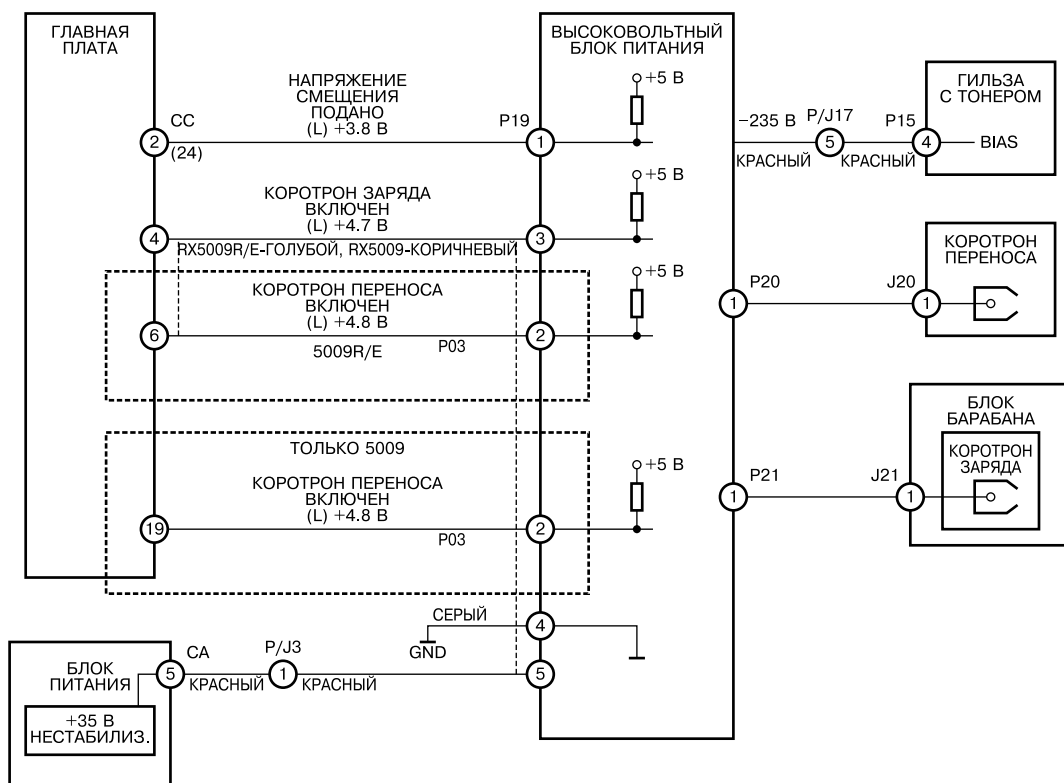

Рис. 1. Блок-схема высоковольтного блока питания
Если на барабане имеется изображение, необходимо проверить цепь коротрона переноса и сам коротрон переноса на обрыв. Коротрон представляет собой тонкую натянутую проволочку, на которую подается высокое напряжение. Он служит для переноса изображения с барабана на бумагу. Если коротрон цел, значит, на него не подается высокое напряжение и неисправен высоковольтный блок питания (140K35320). На рис. 1 представлена электрическая блок-схема цепей, имеющих отношение к этой неисправности для аппаратов RX5009 и RX5009R/E. В скобках указаны номера контактов для RX5009.
Если регулировкой экспонирования решить проблему не удалось, необходимо проверить напряжение смещения. Нажмите на клавишу «Пуск» и измерьте напряжение на P/J17-5 (рис. 1). Вольтметр должен показать около 235 В. Если все в порядке, проверьте на обрыв цепь между высоковольтным блоком питания и гильзой с тонером. Если напряжения нет, измерьте его между CC-2(24) на главной плате и шасси. Оно должно быть примерно +4 В и при нажатии клавиши «Пуск» упасть примерно до 0 В. В противном случае меняйте по очереди высоковольтный блок питания и главную плату, предварительно прозвонив на обрыв соответствующую проводку. Если вышеперечисленные действия не дали результата, меняйте по очереди блок барабана и гильзу с тонером.